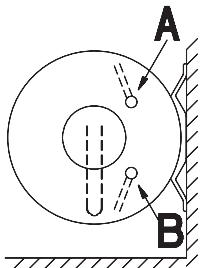

Fig. 4
- Fig.4 modèle horizontal vue latérale
- Fig.4 horizontal model, side view
- Fig.4 modelo horizontal - vista lateral
- Afb.4 horizontaal model zijanzicht